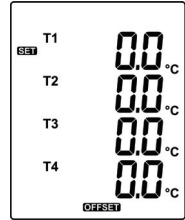

Fig.13
- (1) Utiliser les flèches  et  pour sélectionner la voie du thermocouple (voir Fig.13)
- (2) La voie du thermocouple clignote.
- (3) Utiliser les flèches  et  pour augmenter ou diminuer la valeur.